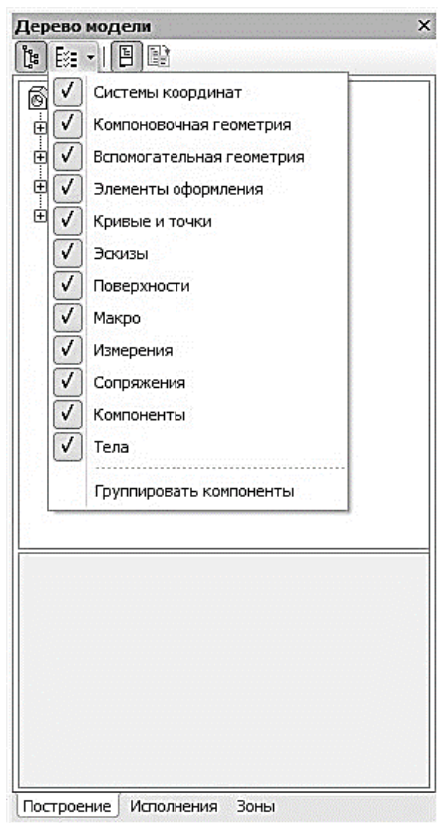

Рис. 8. Раскрывающийся список состава Дерева модели
- состав Древа модели (рис. 8) позволяет выбрать группы объектов, которые следует отображать в Древе модели (кнопка активна только в режиме отображения структуры модели);